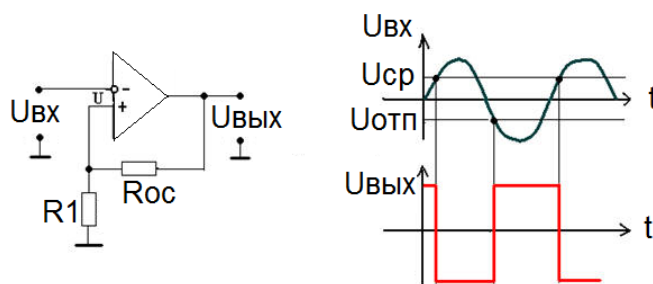

Рис.2.1. Диаграммы работы триггера Шмитта
3. Наличие триггеров Шмитта на входах, что обеспечивает восстановление прямоугольной формы сигналов после искажения в линиях связи (рис.2.1);